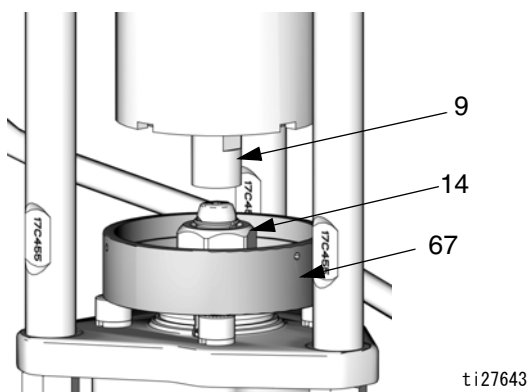

図 9. 位置調整
3. 図 9 を参照してください。コレクター（67）をカップリングナット（14）の上に置き、それをポンプピストンロッド上に落とし込みます。